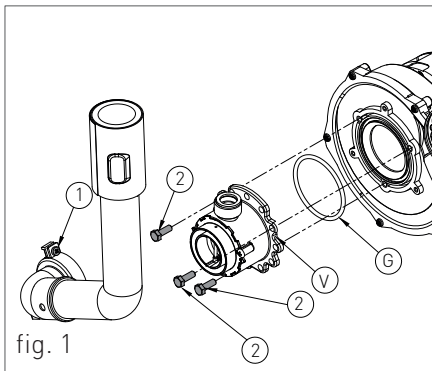

fig. 1
- > svitare le tre viti di fissaggio '2' (fig.1) del venturi 'V' (fig.1) con una chiave da 10, tipo come in figura 2;
- › rimontare i componenti procedendo in senso inverso rispetto alle operazioni di smontaggio assicurandosi che venga rimontata la guarnizione 'G' come in fig.1;